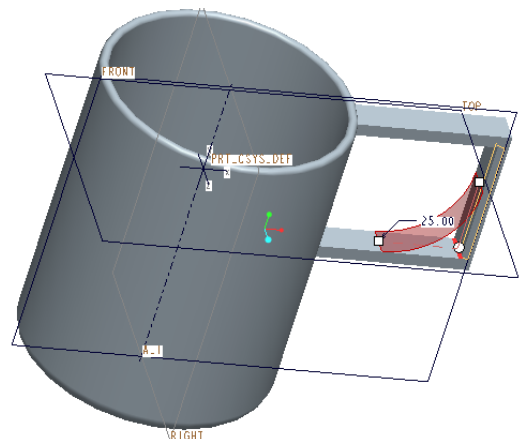
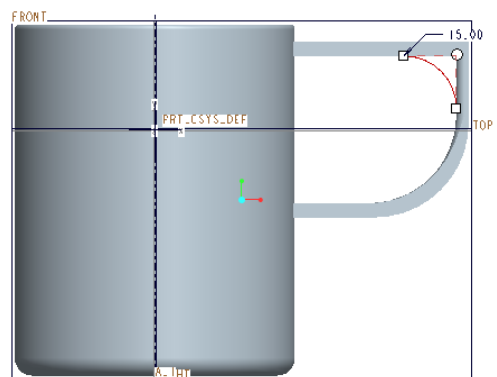
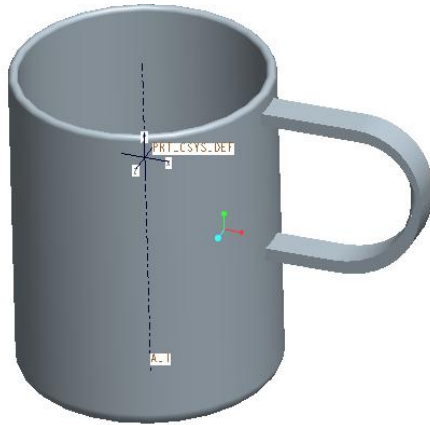

図 3-74 ラウンドエッジの使用
図 3-75 ラウンドエッジの使用
図 3-76 マグカップの完成
- 最後に「ラウンドエッジ」 ツールを使用して図 3-74 から図 3-75 まで、ハンドルの内側および外側のエッジにラウンドを作成し図 3-76 に示すマグカップを完成させる。